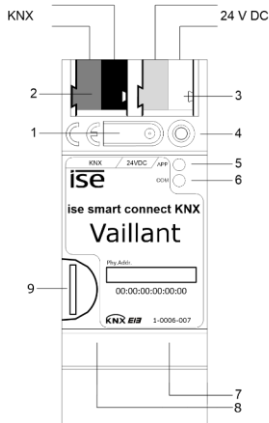

Abbildung 1
- Das Gerät auf Hutschiene nach DIN EN 60715 aufschneiden. Einbaulage siehe Abbildung 1.
- Externe Spannungsversorgung an Anschlussklemme (3) anschließen. Empfehlung: Weiß-gelbe Anschlussklemme verwenden.
- KNX-Linie mit rot-schwarzer Busklemme (2) anschließen.
- Netzwerkanschluss mit RJ45-Stecker an RJ-Buchse (7) anschließen.
- ise eBUS Adapter an USB-Buchse (8) anschließen (mitgeliefertes USB-Kabel).